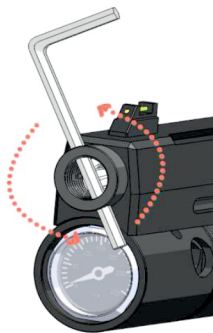

Рис.7
1) Вставить шестигранный ключ в отверстия гайки натяжения ствола и выкручивая против часовой стрелки извлечь гайку (рис.7).